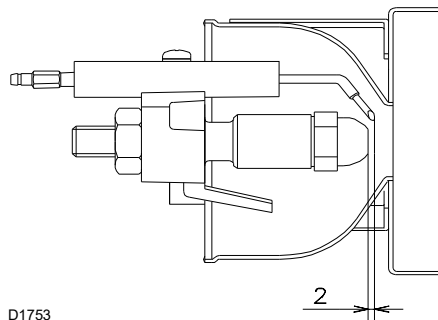

Fig. 12
- Controlar que los electrodos de encendido estén ubicados como en la Fig. 12.